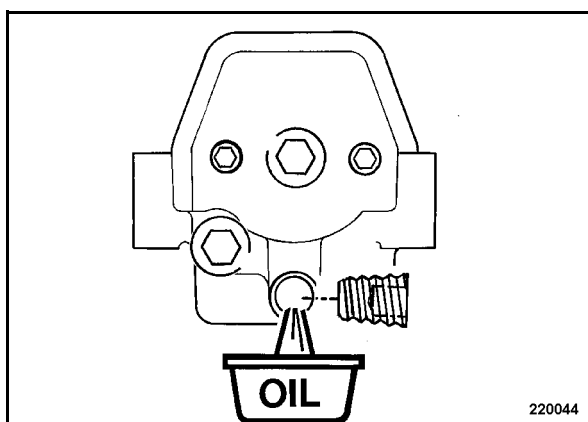

рис. 55
- Вывинтить винт (рис. 55), собрать отработанное масло.